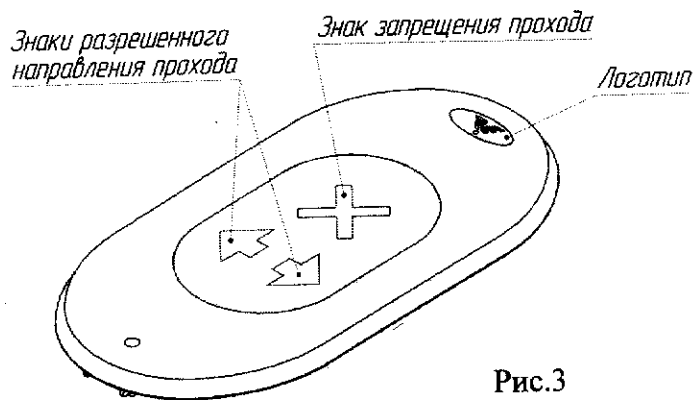
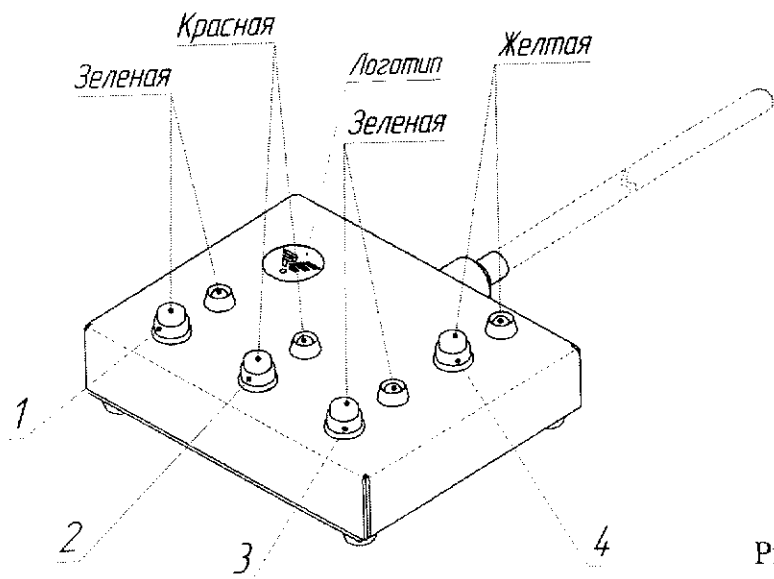

Рис.3
Рис.4
- **Панель индикации (рис.3)**
- **Пульт управления с кабелем (рис.4)**
При включении питания турникет всегда осуществляет поиск положения, при котором одна из преграждающих штанг устанавливается горизонтально. При этом загорается знак запрещения прохода на панели индикации (рис.3) и красный светодиод ПУ (рис.4), свидетельствующие о том, что турникет находится в состоянии «Закрето».
Режим «Закрето» устанавливается нажатием на ПУ красной кнопки 2 (рис.4)
При этом загорается знак запрещения прохода (красный крест) на панели индикации турникета (рис.3) и красный светодиод на ПУ.
Режим устанавливается нажатием на ПУ кнопки 1 или 3 (рис.4), в зависимости от нужного направления прохода. При этом загораются стрелка зеленого цвета соответствующего направления на панели индикации турникета и зеленый светодиод ПУ над нажатой кнопкой.
Если проход не был совершен при разрешении прохода, турникет приходит в исходное положение по команде с ПУ после нажатия кнопки 2 (рис.4) или самостоятельно через 5 секунд.
Турникет открыт для множ $\ddot{y}$ кратного прохода в одну сторону, в другую сторону проход закрыт. Режим устанавливается одновременным нажатием кнопок 1, 2 или 2, 3 (рис.4) на ПУ, в зависимости от выбранного направления множ $\ddot{y}$ кратного прохода. При этом загораются стрелка зеленого цвета соответствующего направления на панели индикации турникета (рис.3) и пара светодиодов на ПУ красный - зеленый над нажатыми кнопками.
Режим устанавливается одновременным нажатием кнопок 1, 2 или 2, 3 (рис.4) на ПУ, в зависимости от выбранного направления множ $\ddot{y}$ кратного прохода. При этом загораются стрелка зеленого цвета соответствующего направления на панели индикации турникета (рис.3) и пара светодиодов на ПУ красный - зеленый над нажатыми кнопками.
Для разрешения однократного прохода в обратном направлении необходимо нажать на ПУ кнопку 1 или 3 (Рис.4), в зависимости от нужного направления прохода. При этом
Режим устанавливается одновременным нажатием на ПУ кнопок 1,3. При этом загораются обе стрелки зеленого цвета на панели индикации турникета (рис.3) и зеленые светодиоды на ПУ.